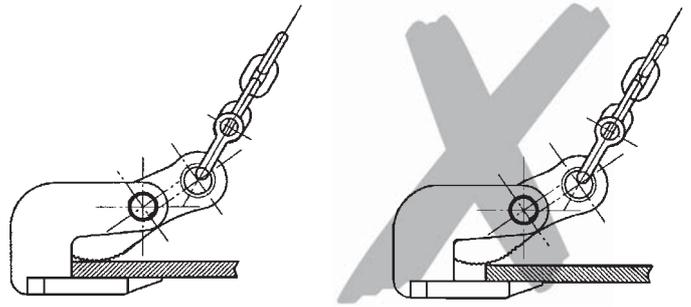

Fig. 2
- Das Hebegut muss immer bis zum Maulanschlag durchgeschoben werden (Fig. 2).